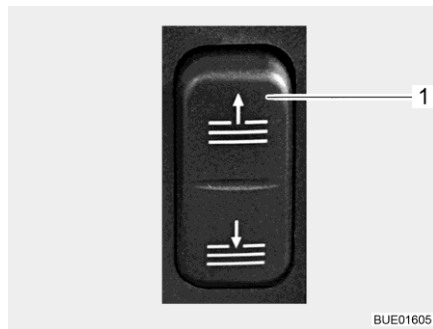

Fig. 47 Commutateur (commande électrique du dispositif occultant plissé)
- Appuyer sur le commutateur situé sur le tableau de bord (Fig. 47,1).